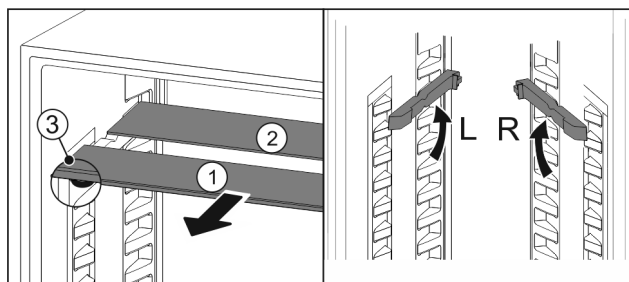

Fig. 195
- Izvucite Fig. 195 (1) staklene ploče jednu po jednu prema naprijed.
- Staklena ploča Fig. 195 (1) s ukrasnom letvicom nalazi se sprijeđa.
- Zaustavljači Fig. 195 (3) su usmjereni prema dolje.